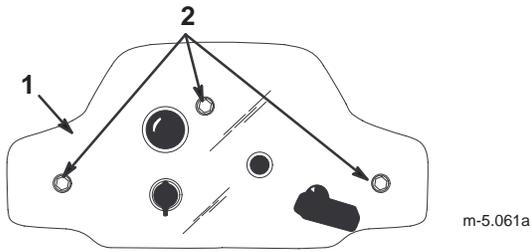

Figure 23
3. Enlevez les 3 vis qui fixent le panneau de commande au carter (Fig. 23).